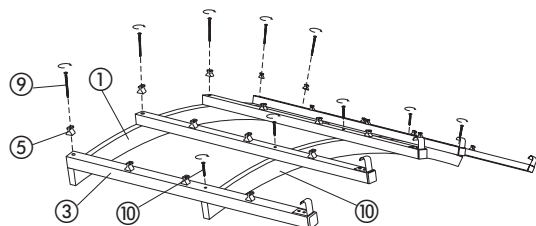

Рис. 4
а) При помощи винтов ⑩ прикручиваем рейки ③ к дуге ② (Рис.4).
б) При помощи винтов ⑨ вместе с верхней защёлкой ⑤ прикручиваем рейки ③ к околостенной дуге ① (Рис. 4).